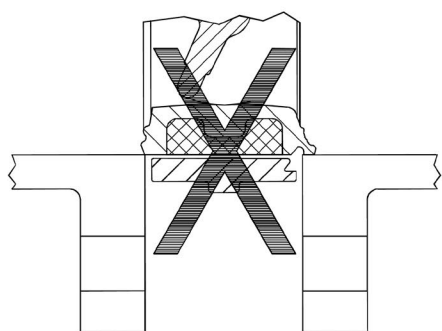

fig. 1
- Non cercare mai di forzare la valvola all'interno di flange non sufficientemente distanti da consentirne il libero passaggio; possono irrimediabilmente venire danneggiate le zone di tenuta sulle flange (fig.1).